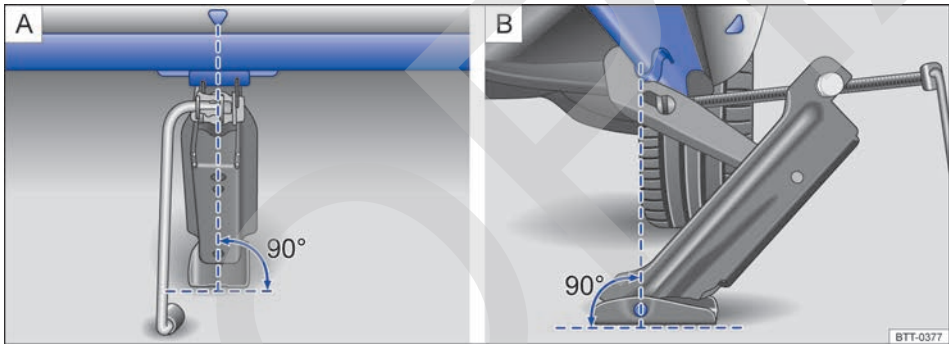

Fig. 201 Gato colocado en el lado izquierdo del vehículo, en la zona trasera.
7. Asegúrese de que toda la base del gato descansa firmemente sobre el suelo y de que se encuentre exactamente debajo del punto de apoyo en vertical → fig. 201 **A** y **B**.
8. Centre el gato y siga subiéndolo con la manivela hasta que la garra sujete el refuerzo de debajo del vehículo → fig. 201.
- Coloque el gato únicamente en los puntos descritos. La garra del gato deberá sujetar bien el refuerzo del larguero inferior → fig. 201.